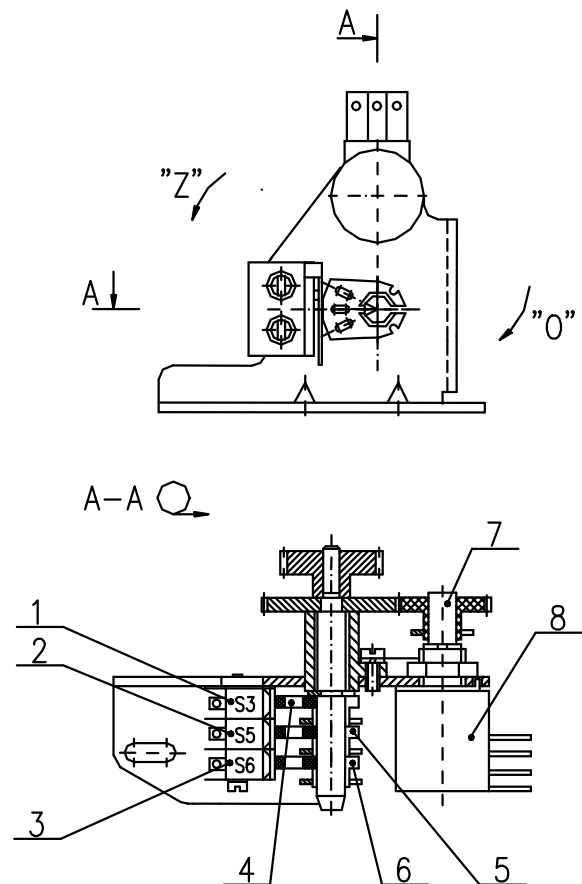

Рис.5
3.2 Настройка узла положения рис. 5